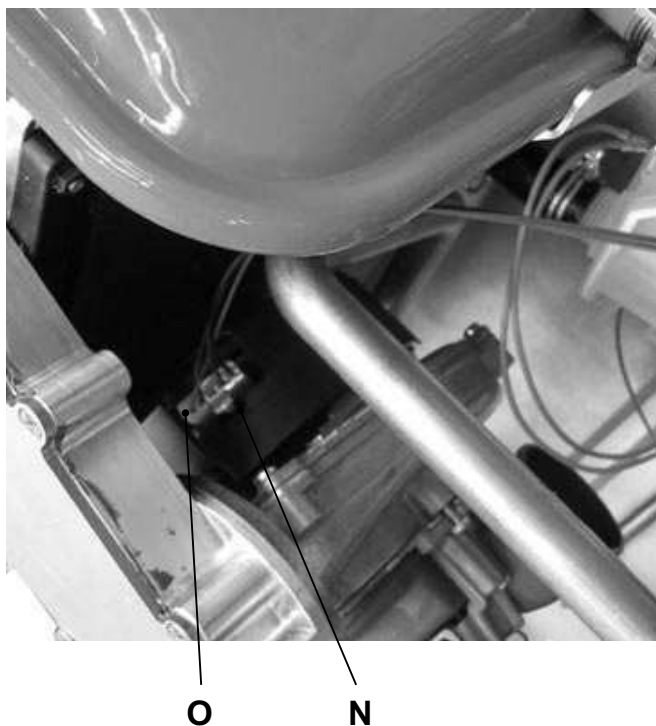

Figura 9.9
- Scollegare il connettore del ventilatore O premendo il gancio in plastica N posizionato nella parte sottostante del connettore (Figura 9.9).